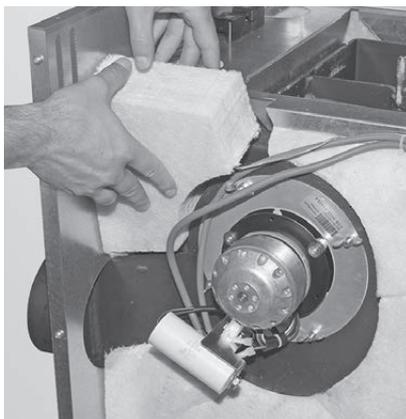

Fig. 42 Applicare l'isolamento (incluso, posto di lato sotto il ventilatore gas combusti)
- ▶ Infilare l'isolamento (incluso, posto di lato sotto il ventilatore gas combusti) in alto in corrispondenza del bocchettone dei gas combusti – Fig. 42.